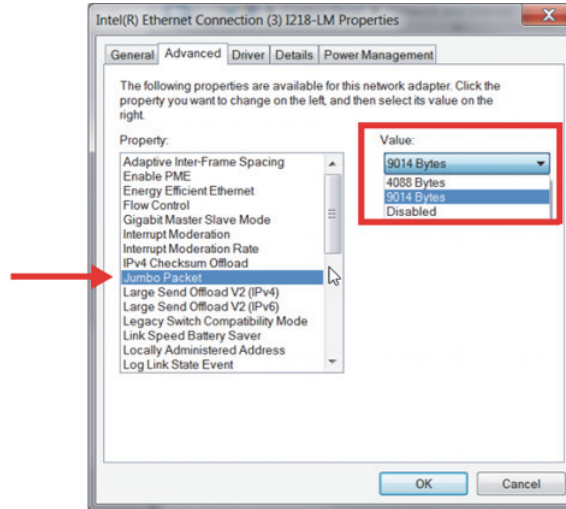

Figura 7-2 Configurazione Jumbo Packet
- Nella scheda **Advanced**, in **Properties** selezionare **Jumbo Packet** (Pacchetto jumbo) o **Jumbo Frames** (Frame jumbo) e, in seguito, in **Value** (Valore) cambiare il valore con **9014 Bytes** (Figura 7-2 a pagina 77).